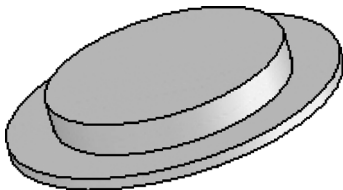

图 9-7 拉伸实体 2
**06** 拉伸实体 2。选择菜单栏中的“插入”→“凸台/基体”→“拉伸”命令，或单击“特征”控制面板中的“拉伸凸台/基体”按钮，在弹出的“凸台-拉伸”属性管理器中设置拉伸终止条件为“给定深度”，在“深度”文本框中输入 27.5，单击“确定”按钮完成大闷盖基础实体的创建，如图 9-7 所示。